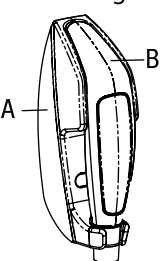

FIG. 1
- Choisissez un emplacement pour l'installation. Le support (A) peut être installé de 2 façons différentes :
- Option 1 (Montage au mur) : Le support peut être monté au mur à l'aide soit de la plaque adhésive (J) fournie, soit des vis (M) et chevilles pour cloisons sèches (L) comprises. [Fig. 1]